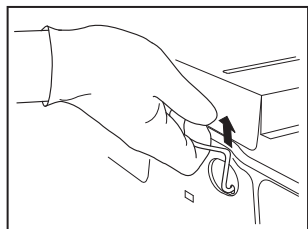

Fig. 2
2. Til de handgreep op zoals aangegeven in Fig. 2